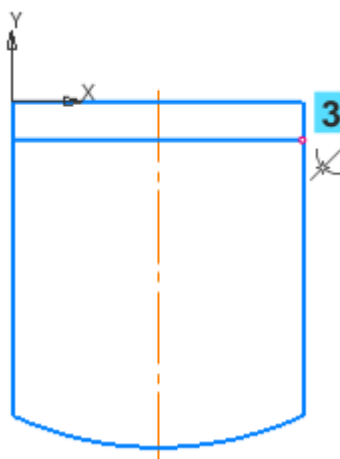

Рисунок 6
- Укажите точку 3 с помощью привязки Пересечение, соблюдая горизонтальность отрезка при помощи клавиши <Shift>. (рисунок 6)